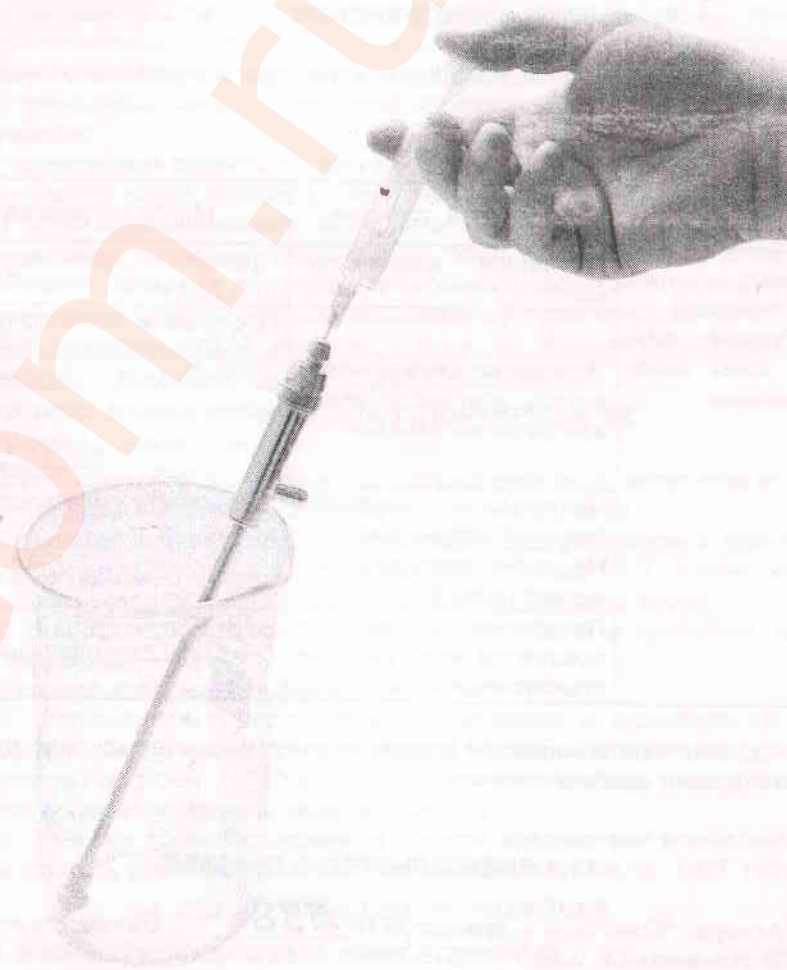

Рисунок 10 Промывка криоинструмента
9.2.3 При проведении промывки криоинструмент установить вертикально и с помощью шприца с тонкой иглой через центральное отверстие, расположенное на стыковочном конусе, ввести 3-5 мл спирта-ректификата, как показано на рис. 10.